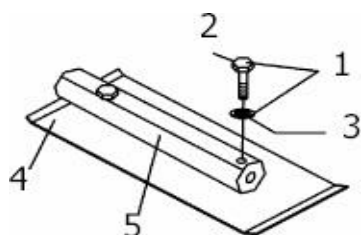

Рис. 26
1. Вывинтить два болта и снять лопасть (рис.26)